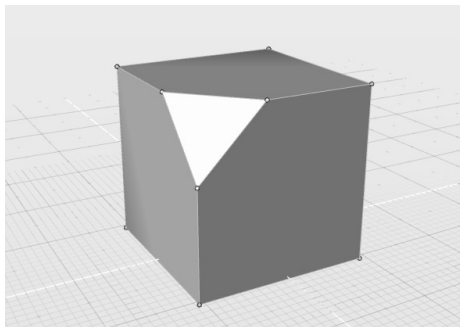

图 6-8 基于控制顶点构建新面
5) 按照提示操作，同时按住〈Shift〉键，并在虚线处拖曳，可在此顶点处划分出一个新的多边形面，如图 6-8 所示。